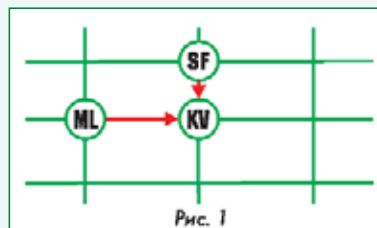

Рис. 1
- Все, крантец, приехали, - подумал Одров. Скромный, якобы, интерес Стерри был знакомым. - Теперь на Квина давят не только сбоку, но и сверху, - понял Ион (см. рис. 1).